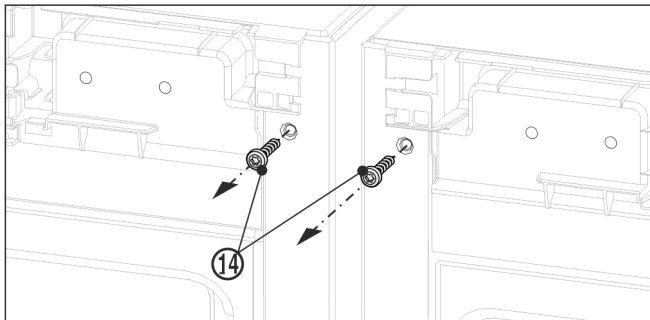

Fig. 12
- Vor der Montage des oberen Winkels beide Erdungsschrauben Fig. 12 (14) herausdrehen.